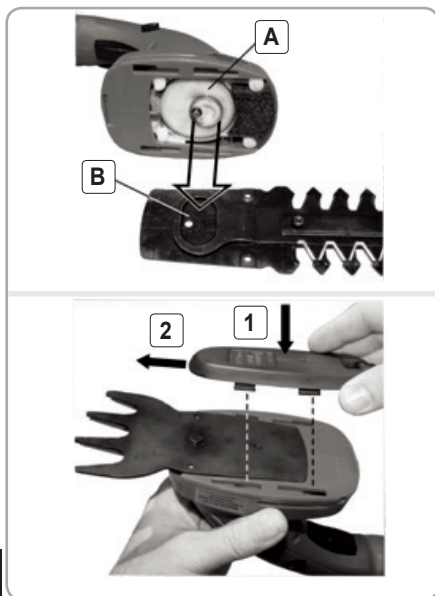

Fig.10
**Cuțitul pentru tuns tufe (fig.10):**
- Deplasați partea mobilă a cuțitului spre față sau spre spate în așa fel încât excentricul (A) să se potrivească în orificiul destinat lui (B).